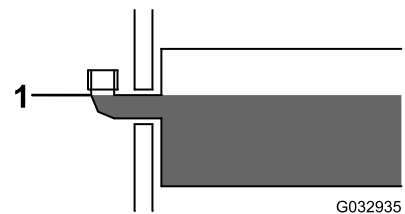

Bild 37
3. Nehmen Sie den Fülldeckel vom Hydraulikbehälter ab (Bild 37).
4. Füllen Sie den Behälter langsam bis zum Füllkrümmer mit Hochleistungshydrauliköl von BOSS (Bild 37).